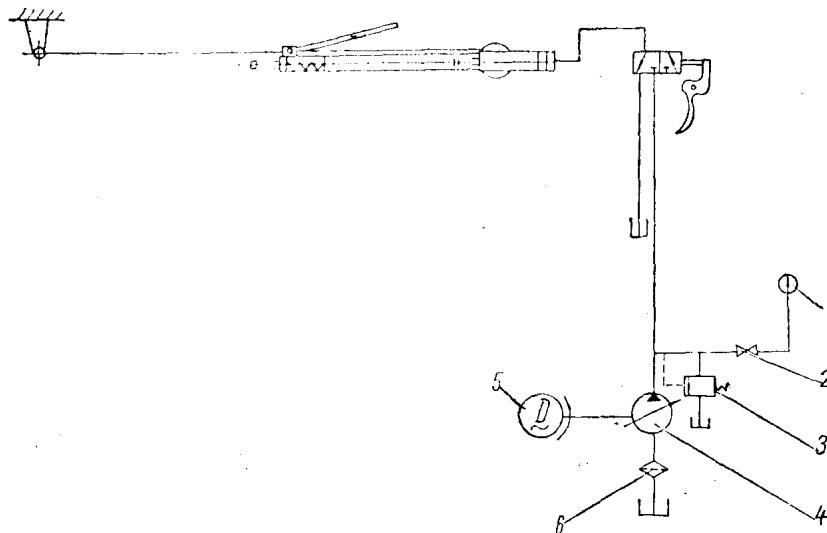

图 4 液压原理图
6. 液压站是由油泵（YBN-20 或 YB-25）、溢流阀、压力表和压力表开关组成的（图 4）。刮刀与液压站用软管连接。